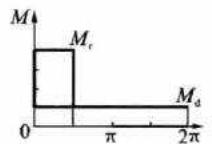

图 3-1
- (1) 曲柄摇杆机构的死点发生在_____为主动件, 且_____的位置。
- (2) 某曲柄摇杆机构的曲柄匀速转动, 极位夹角 θ 为 30° , 摇杆工作行程需时 7 s。则摇杆空回行程需时_____秒, 曲柄每分钟转数是_____转。
- (3) 对心直动尖顶从动件盘形凸轮机构的推程压力角超过许用值时, 可采用_____的措施来解决。
- (4) 变位齿轮与标准齿轮它们的模数与压力角、分度圆、基圆相同, 但齿顶圆、齿根圆和分度圆的_____不同。
- (5) 渐开线齿轮在不同圆周上的压力角不相同, 在_____圆上压力角最大; 在_____圆上压力角为 0° ; 在_____圆上压力角取标准值。
- (6) 图 3-1 所示为某机器的等效驱动力矩 $M_d(\phi)$ 和等效阻力矩 $M_r(\phi)$ 的线图, 其等效转动惯量为常数, 该机器的主轴位置角 ϕ 等于_____时, 主轴角速度达到 ω_{\max} , 主轴位置角 ϕ 等于_____时, 主轴角速度达到 ω_{\min} 。
- (7) 某机器的主轴平均角速度 $\omega_m = 100 \text{ rad/s}$, 机器运转的速度不均匀系数 $\delta = 0.05$, 则该机器的最大角速度 ω_{\max} 等于_____ rad/s。最小角速度 ω_{\min} 等于_____ rad/s。
- (8) 在建立机械的等效力学模型时, 应按_____的原则来计算等效力矩, 按_____的原则来计算等效转动惯量。
- (9) 机械系统有目的性、_____、_____、环境适应性等四个特性。
- (10) 单向间歇运动机构中_____的间歇回转角在较大的范围内可以调节。